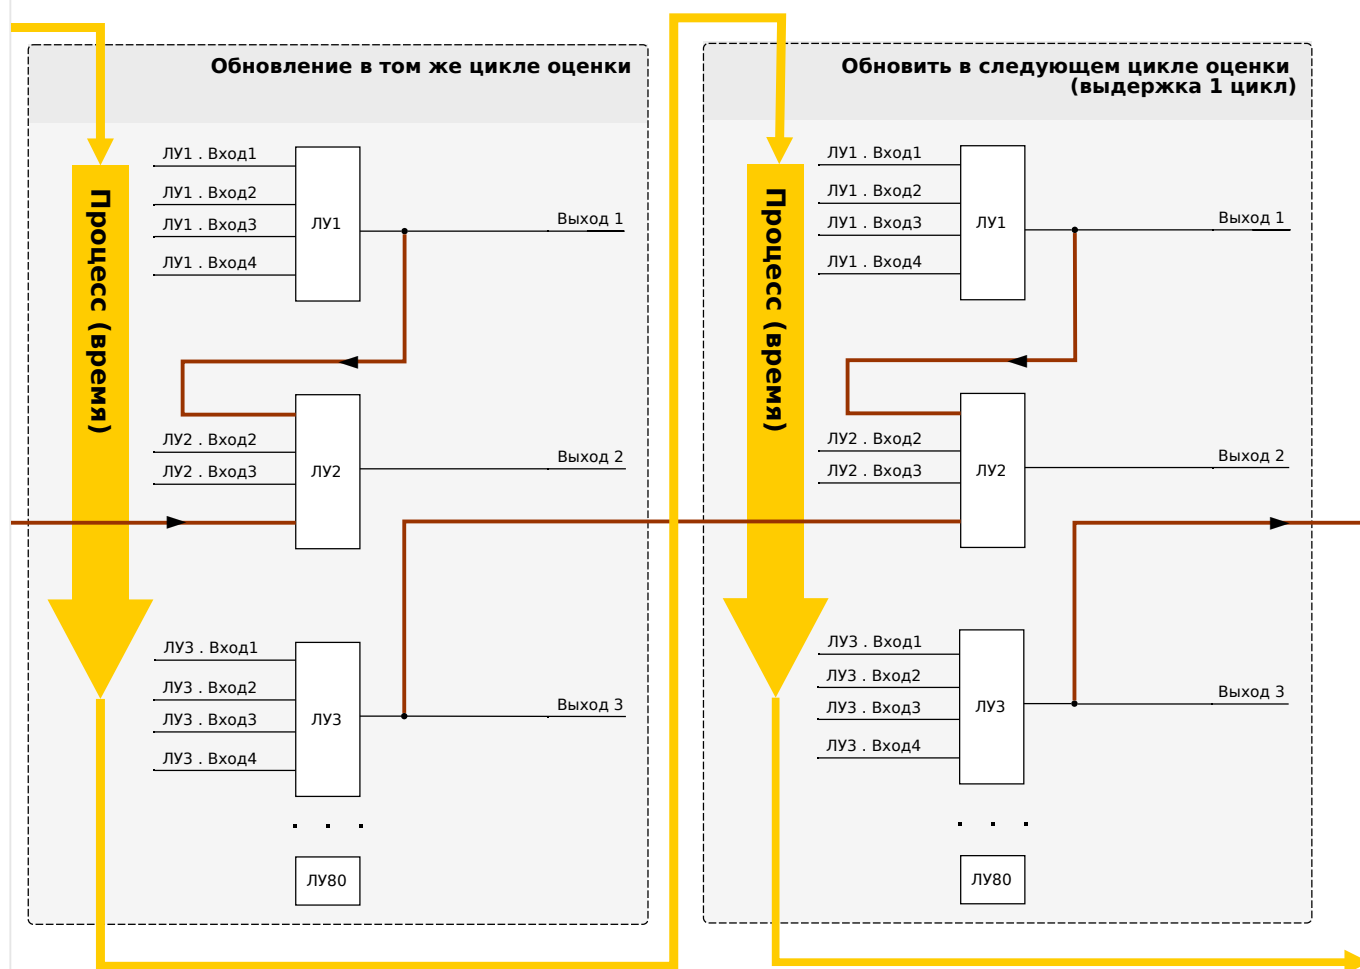

Рис. 134: Каскадирование в возрастающем порядке.
- **Нисходящая** последовательность означает, что некий выходной сигнал поступает на вход одного из логических уравнений с **меньшим** номером. На графике  **Рис. 134** приводится пример, когда результат логического уравнения ЛУ3 используется в качестве входного сигнала для логического уравнения ЛУ2.
И возрастающий, и убывающий порядки можно не только использовать, но и комбинировать, при этом разница будет заметна не сразу. Однако, как показано в разделах  **Рис. 133** и  **Рис. 134** ниже, благодаря определению состояний всех уравнений в возрастающем порядке фактические рабочие значения, поступающие на вход любого из них, будут иной степени зрелости.
В представленном выше примере  Рис. 134 для «логического уравнения 2» используются состояния выходов двух других уравнений — «логического уравнения 1» и «логического уравнения 3». Результат «логического уравнения 1» используется в возрастающем порядке и, следовательно, определен в ходе того же рабочего цикла. Результат «логического уравнения 3» используется в убывающем порядке и, следовательно, определен в ходе предыдущего рабочего цикла.